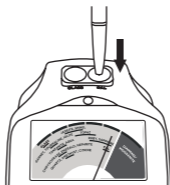

Fig. 1.4
- Pulse la sonda tipo bolígrafo sobre el disco de prueba de Calibración (CAL) ubicado a la derecha de la lámpara indicadora (**Fig. 1.4**). Aplique suficiente presión para retraer la punta sobresaliente completamente dentro de la sonda tipo bolígrafo. El indicador debería evarse y permanecer dentro de la banda roja (preferentemente en el centro de la banda roja) con “CAL” impreso en la parte superior en dos a tres segundos.